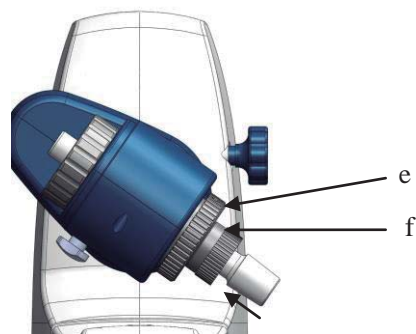

Figura 9
- Abra el dispositivo de bloqueo de la cabeza del dispositivo girando 60° hacia la derecha (e), (figura 9).
- La tuerca de tornillo de plástico (f) ayuda a aflojar las conexiones herméticas (Figura 9).